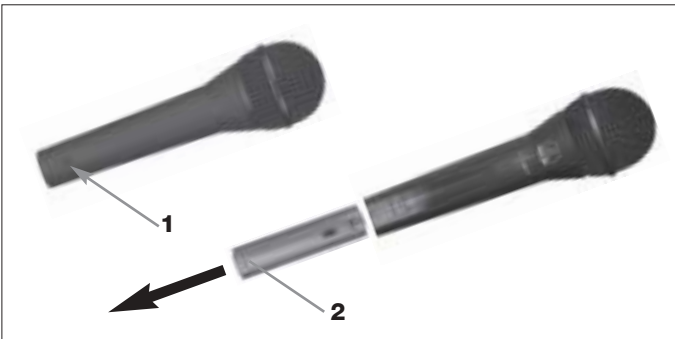

Fig. 5: Come smontare il modulo ad innesto XLR
- Vedi fig. 5.
1. Aprite la vite di fissaggio (1).
2. Sfilate il modulo ad innesto XLR (2) dal gambo microfonico.
3. Per non perdere la vite di fissaggio (1), inseritela di nuovo nella filettatura del modulo ad innesto XLR.